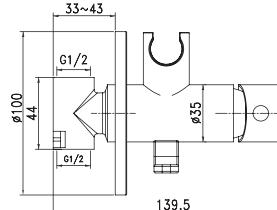

Рис. 3 / 3 сур.
3. Необходимо смонтировать смеситель*, подключив к нему трубы системы водоснабжения, и закрепить его к стене , подобрав его положение в нише таким образом, чтобы глубина установки не превышала 33-43 мм, как на рис.3